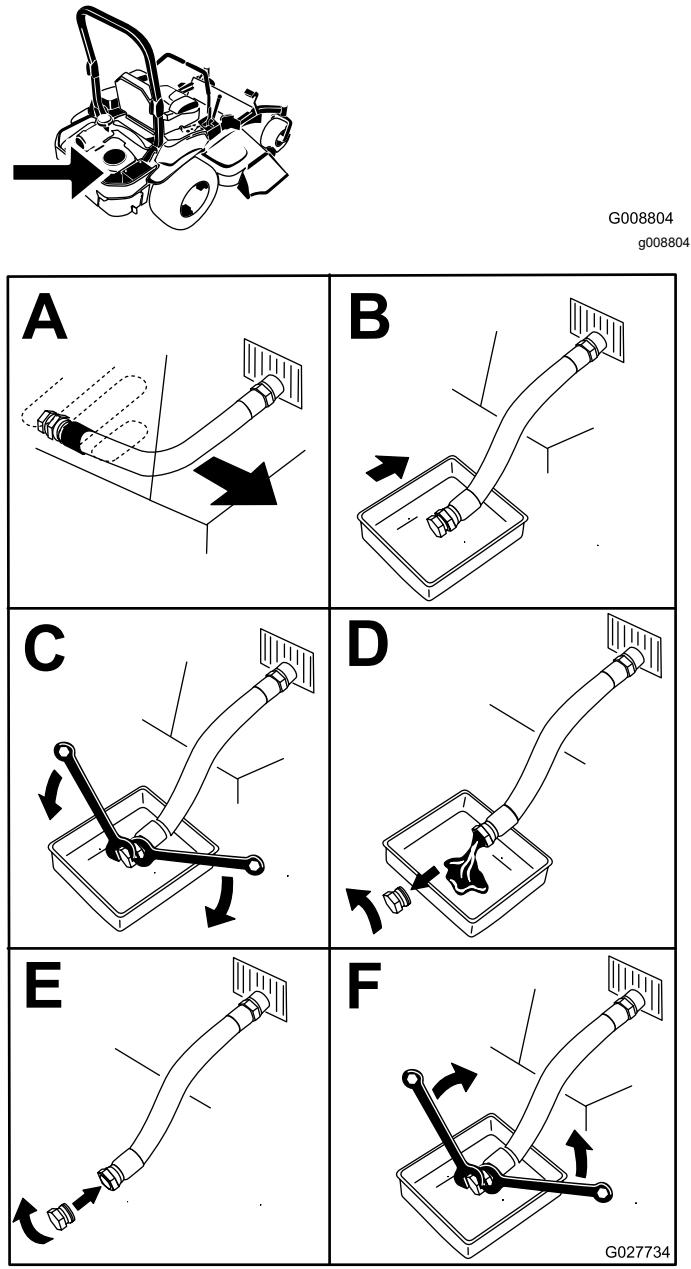

Figure 66
5. Vidangez l'huile moteur (Figure 66).